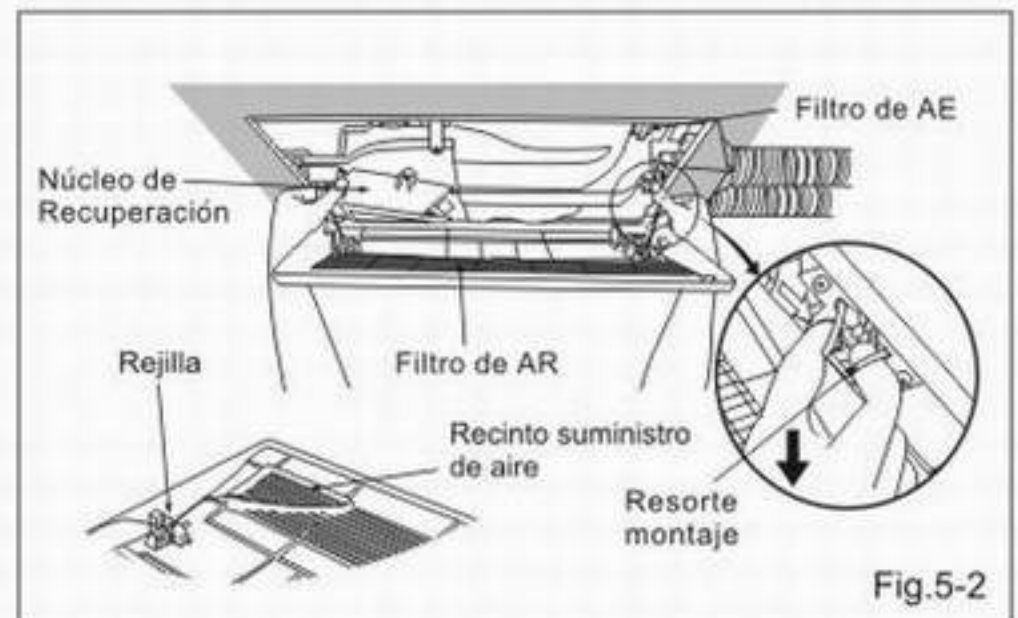

Fig.5-2
11. Gire la Parrilla en la dirección apropiada para adaptarse al suministro de aire lateral. Introduzca los resortes de montaje en las ranuras como se muestra y monte la Parrilla al cuerpo del abanico. Durante la instalación de la Parrilla, mantenga el núcleo de Recuperación hacia la izquierda y mantenga el filtro de entrada enfrente de usted. (Fig.5-2)